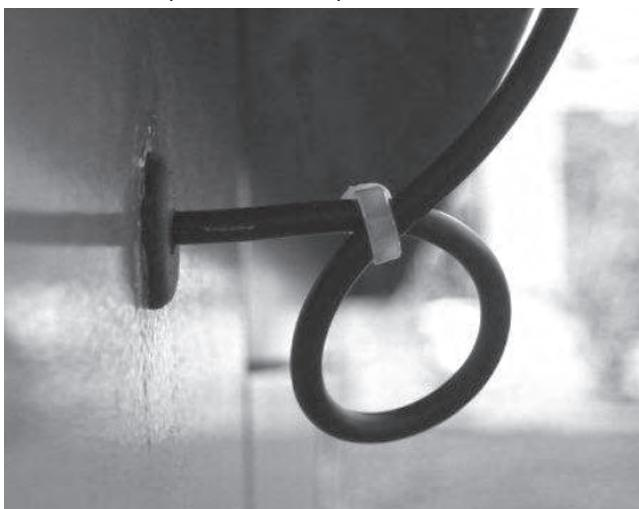

Figure 2
5. À l'extérieur du boîtier, faites une boucle et fixez le câble de l'antenne avec une attache (Figure 2) pour aider à empêcher l'eau de pénétrer dans l'unité.